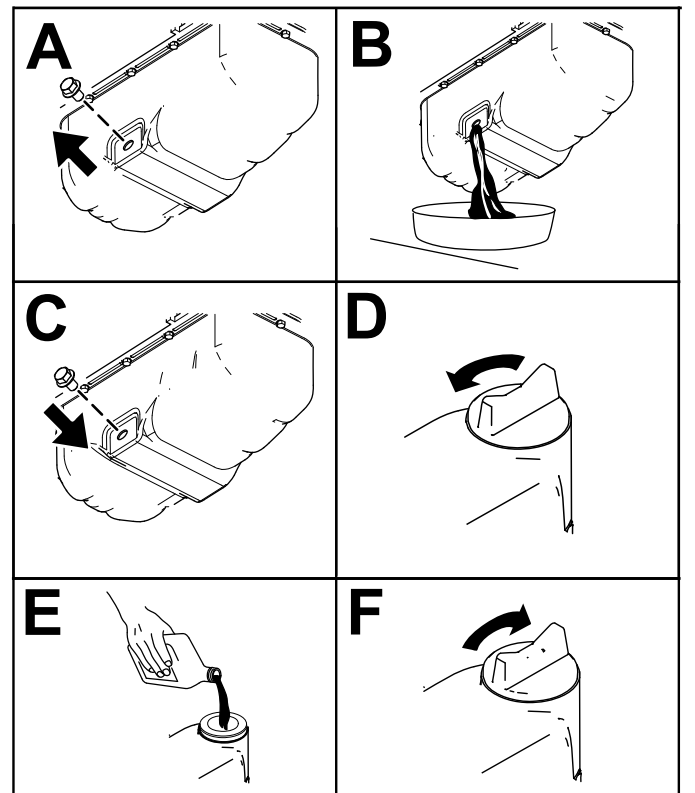

Figure 54
3. Vidangez l'huile moteur, comme montré à la Figure 54.